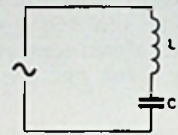

Fig.3
4. In fig. 3 is $L = \frac{4}{\pi} \text{ H}$, $C = \frac{1}{6\pi} \mu\text{F}$. (spoel en condensator mogen als verliesvrij worden beschouwd).